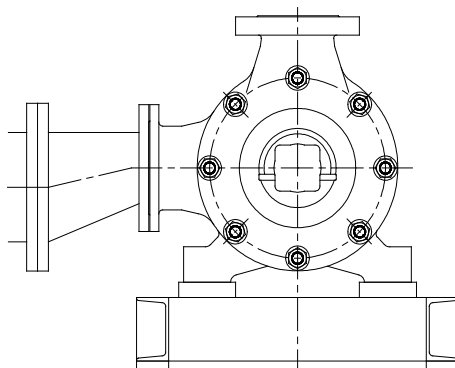

図 2.8-1 偏芯テーパ管による吸込配管例
- (1) 吸込側および吐出側の配管を行う場合は、ポンプに配管からの力がかからないようにしてください。ポンプに配管からの力が加わると、ポンプの異常振動や破損の原因となります。
- (2) 配管を設計する場合、吸込配管の諸損失を最小にするように注意し、急激な断面変化や急激な曲りを避け、流速は3m/s以下になるよう管径を決定してください。
- (3) 吸込配管は空気溜りができないように、吸上配管の場合はポンプに向かって上り勾配としてください。
- (4) 吸込配管とポンプ吸込口の口径が異なる時は図2.8-1のように偏芯テーパ管を接続し、空気溜りができないようにしてください。